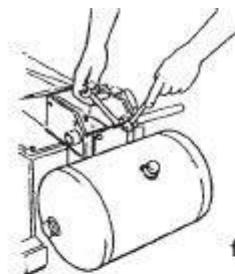

fig.39
- За колоной к задней стенке двумя болтами M8 закрепите **рессивер воздуха** (рис. 39).